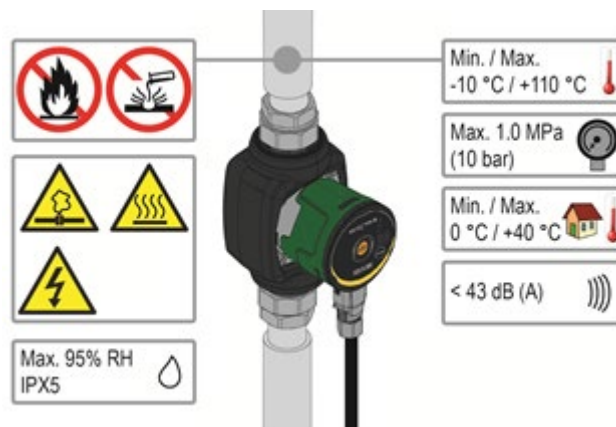

Fig. 1: Pumpemidler, advarsler og driftsbetingelser
Pilene på pumpehuset angiver strømningsretningen gennem pumpen. Se fig. 1, pos. A.
1. Montér de to pakninger når du monterer pumpen i røret. Se fig. 1, pos. B.
2. Montér pumpen med en vandret motoraksel. Se fig. 1, pos. C.